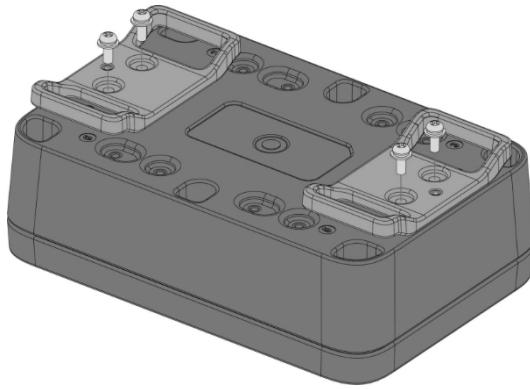

Abbildung 35: Befestigung der Riemschlaufenhalterung am Gehäuse
(4) Stück M3*8 mm Kopfschrauben mit Unterlegscheibe. Befestigen Sie diese an den festen Positionen 1 bis 6 des Gehäuses, wie in **Abbildung 35** dargestellt.